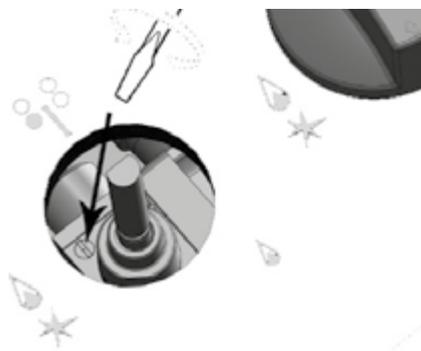

Fig. 6
- Introdurre un cacciavite a taglio C nel foro F del rubinetto (**fig. 6**) e ruotare la vite by-pass fino ad una corretta regolazione del minimo.